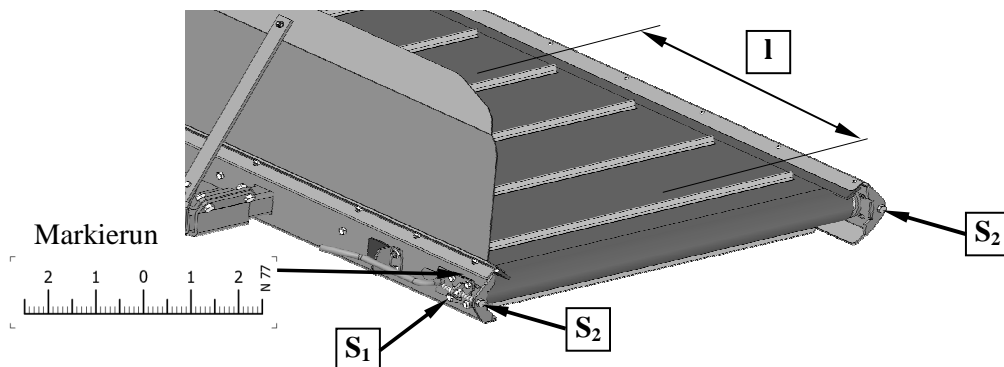

Abb. 47.
1. Auf dem Transportband zwei Linien mit Abstand $l=1000 \text{ mm}$ markieren (**Abb. 47**).